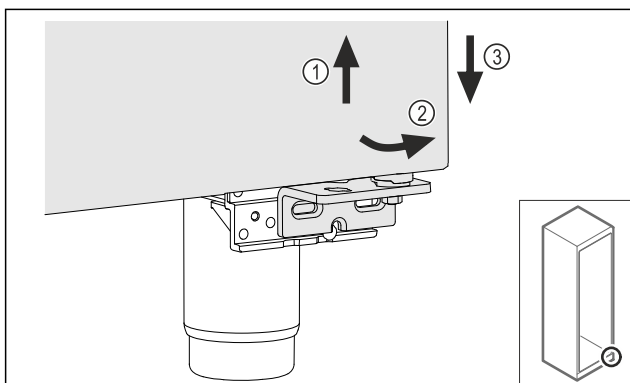

Fig. 27
- Løft døren litt Fig. 27 (1), vipp den fremover på den nedre delen Fig. 27 (2) og senk den ned Fig. 27 (3).